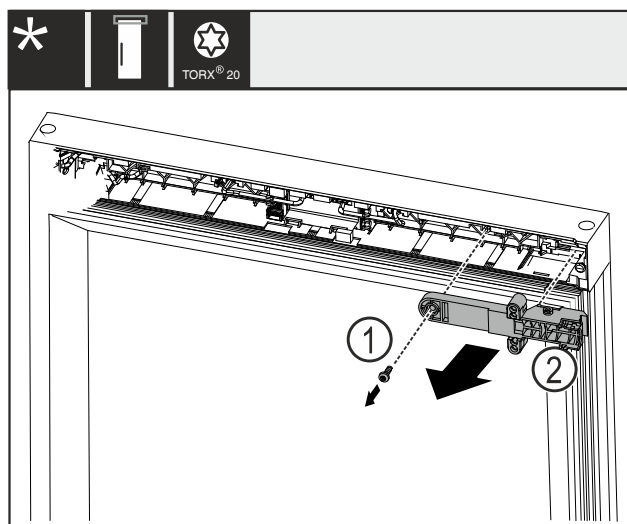

Fig. 12
- Odstraňte šroub Fig. 12 (1).
- Odstraňte přídržný díl zámku Fig. 12 (2).